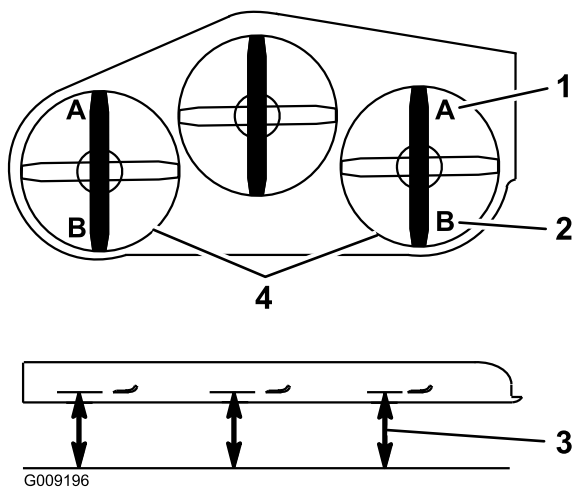

Figure 98
9. De chaque côté du tablier de coupe, mesurez la distance entre la surface plane et la pointe avant de la lame (position A), comme montré à la Figure 98.
15. De chaque côté du tablier de coupe, mesurez la distance entre la surface plane et la pointe arrière de la lame (position B), comme montré à la Figure 98.